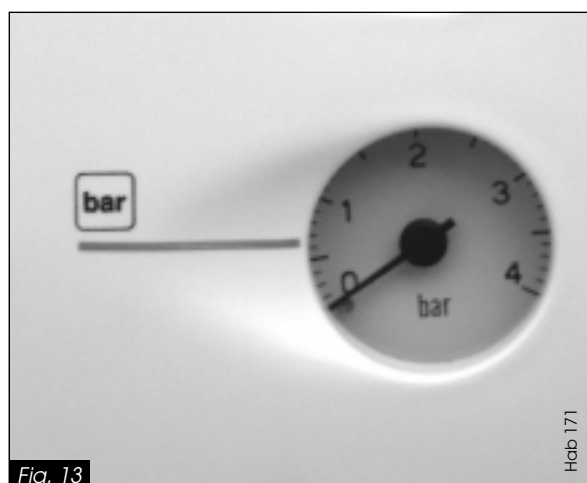

Fig. 13
- Lorsque l'aiguille du manomètre (**fig. 13**) se situe entre 1 et 2 bars, placer les manettes (**m**) et (**p**) comme représenté **fig. 12b**,
- S'assurer que l'aiguille du manomètre (**fig. 13**) se situe entre 1 et 2 bars sinon reprendre le remplissage à l'aide des manettes (**m**) et (**p**).
- Rétablir si besoin la pression au manomètre **fig. 13**.